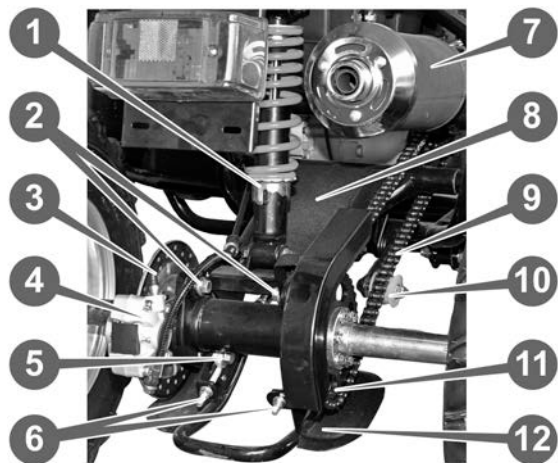

Рисунок 5.9.
Глушитель-пламегаситель (7) (см. рис. 5.9.), является главным элементом выпускной системы двигателя. Его состояние влияет не только на шумность двигателя, но и на его мощностные и экологические характеристики. Забитый сажей или залитый водой глушитель заметно снижает мощность двигателя и увеличивает расход топлива.
Срок службы цепной передачи (см. рис. 5.9.) зависит от условий эксплуатации и от ухода за ней. Цепь нуждается в периодической смазке и регулировке натяжения, в противном случае она быстро изнашивается, повреждается сама и может серьезно повредить квадроцикл.
2. Ослабьте верхние (2) и нижние (5) зажимные болты (см. рис. 5.9.) подшипникового узла задней оси.
3. Отпустите контргайки на натяжных болтах (6).
4. С помощью гаек натяжных болтов (6) установите необходимое натяжение цепи. Натяжение производите сразу обоими натяжными болтами, следите за тем, чтобы не было перекосов подшипникового узла.
5. Затяните контргайки натяжных болтов (6).
6. Надежно затяните гайки зажимных болтов (2) и (5).
Задний мост квадроцикла представляет собой цельную ось, установленную на маятниковой подвеске (8) (см. рис. 5.9.) с пружинным амортизатором (1). Ось закреплена в подшипниковом узле, который одновременно является подвижным элементом механизма регулировки натяжения цепи (9). Также на подшипниковом узле закреплён суппорт гидравлического тормоза (4). На оси жестко закреплены ведомая звездочка (11) открытой цепной передачи и диск заднего гидравлического тормоза (3). На концах оси с помощью специальных фланцев установлены задние колеса. На балке маятниковой подвески (8) закреплён прижимной ролик (10), обеспечивающий компенсацию провисания цепи (9) при качании маятниковой подвески во время движения квадроцикла.